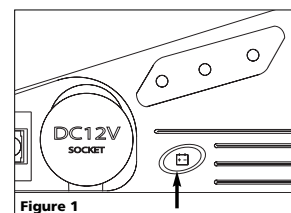

Figure 1
Pousser le bouton de statut de batterie sous les voyants de la batterie (voir la figure 1) pour vérifier le niveau de la batterie.
1. Insérer le cordon de c.c. de 12 volts dans la douille de sortie de c.c. de 12 volts sur le gonfleur (voir la figure 1).